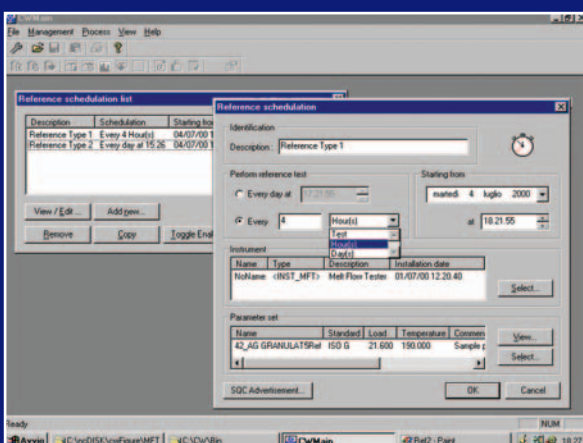

Abb. 6 Durchführung von Referenzversuchen
- Erstellen und Verwalten der SQC (Statistische Qualitätskontrolle) und der Referenzparameter **Abb. 6**